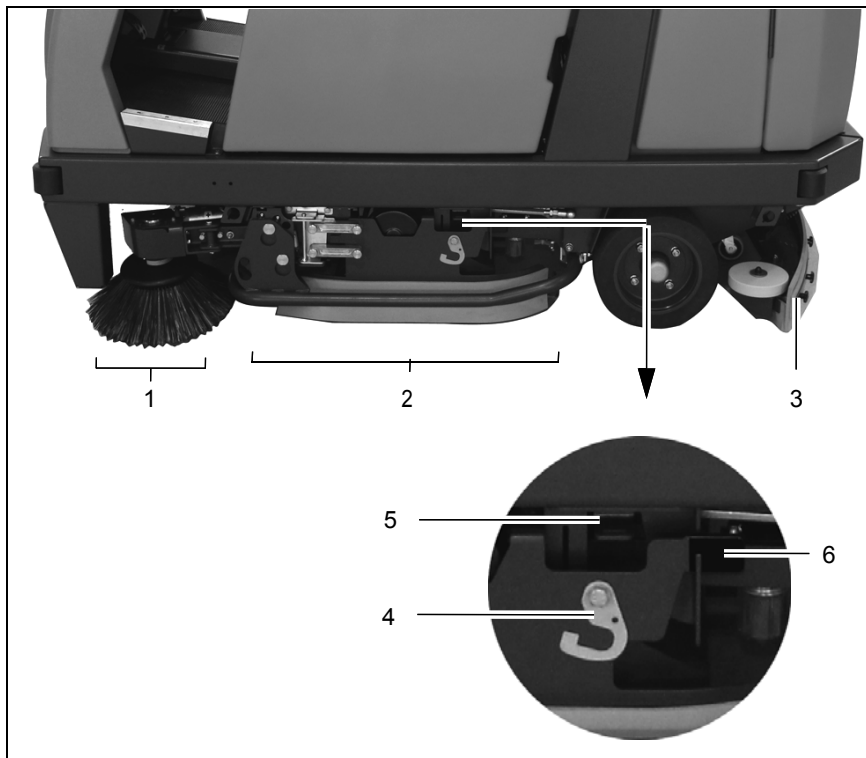

Abb. 12
3.1.1 Walzenbürstenkopf (Abb. 12/2)
Abstreifer (Abb. 12/2)
Die Abstreifer können bei Bedarf angehoben werden. Dies ist z. B. bei der Grundreinigung der Fall, bei welcher der Boden nur nass geschrubbt und das Wasser zum Zweck des Einweichens nicht abgesaugt wird. Dazu den Abstreifer am Griffpunkt (Abb. 12/6) anheben und den Verriegelungshaken (Abb. 12/4) in die Ausparung des darüber befindlichen Winkels (Abb. 12/5) einhaken. Auf der anderen Fahrzeugseite in der gleichen Weise verfahren.
Seitenbesenaggregat (Abb. 12/1)
3.1.2 Saugfuß (Abb. 12/3)